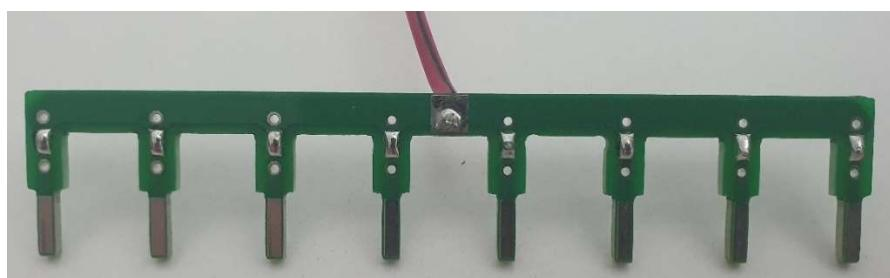

Figura 24 - Aspetto Final da Placa de Shunt
3. Após realizados os passos anteriores, as placas deverão ficar com um aspeto semelhante à Figura 24, sendo que neste caso não se utilizaram fusíveis.